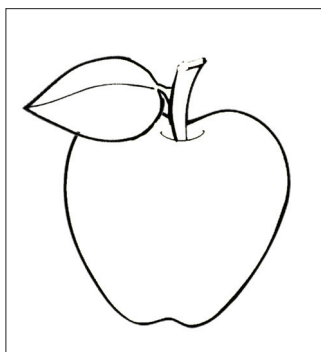

Рис. 1. Перевод рисунка на ткань в зеркальном отображении
1. При помощи копировальной бумаги и остро заточенного карандаша рисунок для аппликации переводят на изнаночную сторону основной ткани в зеркальном отображении (рис. 1).